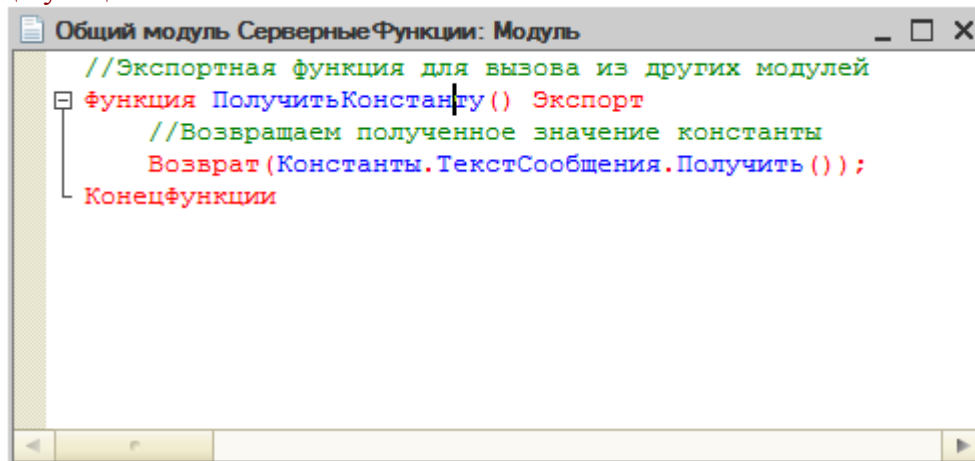

Рисунок 5.15- Общий модуль СерверныеФункции, код
7.8 Откроем редактор кода для кода модуля (например, двойным щелчком по модулю в дереве конфигурации) и введем следующий код, Рисунок 5.15.: